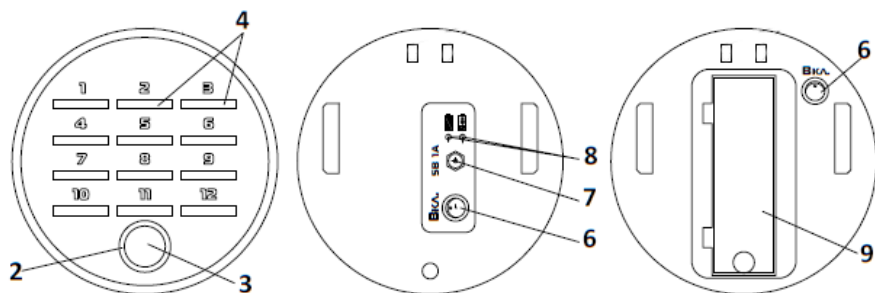

Рис. 1. Мобильный робот.
- подключить входящий в комплект кабель к разъему на корпусе робота (см. рис. 1).